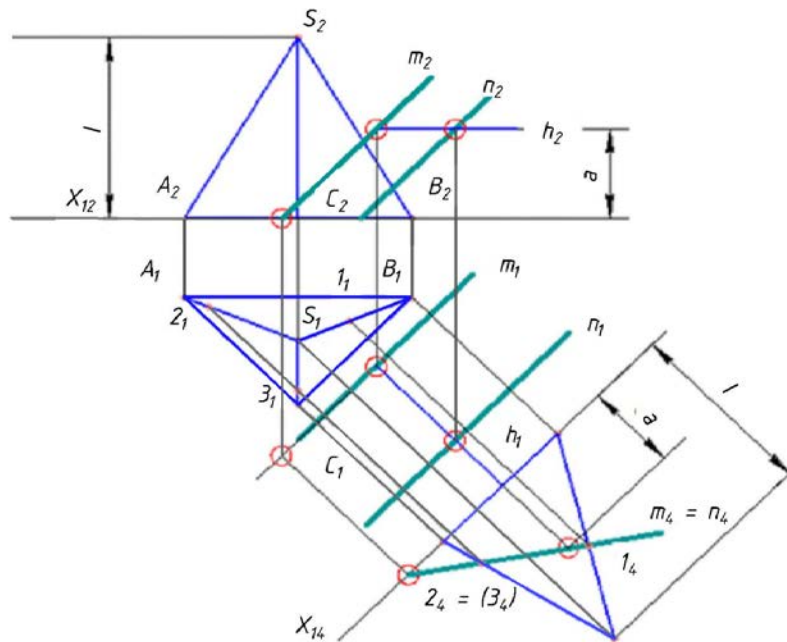

Рисунок 10 – Крок 4 алгоритму виконання РГР № 2
4. Побудувати проєкції лінії перерізу (рис. 10).